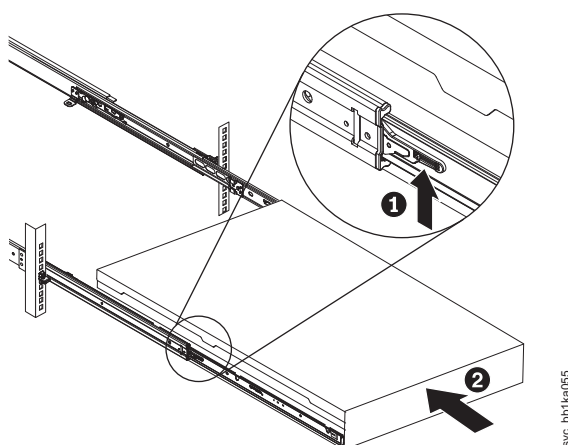

図 208. ラックのスライド・レールの SAN ボリューム・コントローラー 2145-DH8 ロック・レバーを上げる
17. スライド・レール上のロック・レバー (図 208 の **1**) を上げて、サーバー **2** を、所定の位置にカチッと音を立てて収まるまで、ラック内に完全に押し込みます。